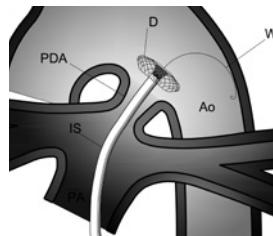

Fig. 15
- Avançar lentamente o impulsor (P) para desdobrar o disco distal na aorta. Fig. 15.